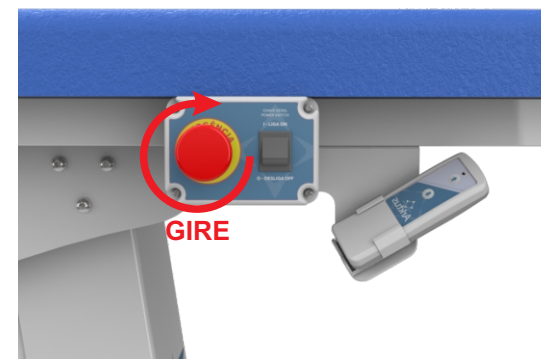

Figura 15
- 4 - Para realizar a liberação das chaves de segurança basta girá-las em sentido horário de acordo com a **Figura 15** disposta ao lado;